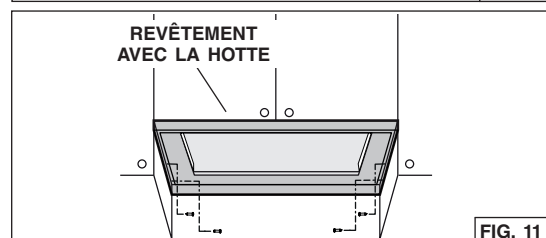

FIG. 11
8. Fixer le revêtement d'armoire (fig. 11) à l'aide des 4 vis incluses avec celui-ci.